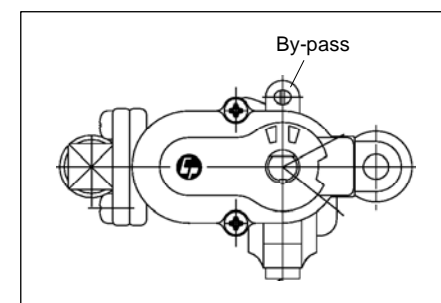

Abb. 22
4. Die Flamme einstellen, indem Sie die Einstellschraube (Abb.22) hinein- oder herausdrehen. Für Butan- bzw. Propangas müssen Sie die Einstellschraube im Uhrzeigersinn bis zum Anschlag nach rechts drehen.